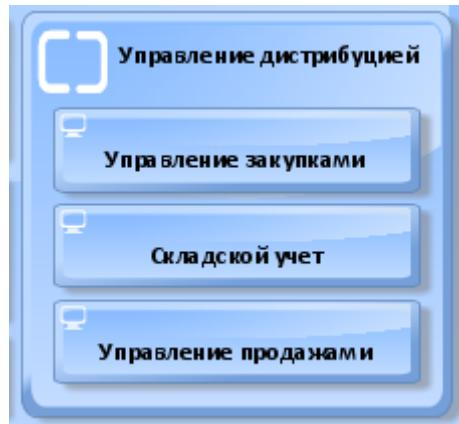

Рисунок 5.5
4. В область объекта «Интегрированная система управления предприятием» поместить объект «Domain» с названием «Управление дистрибуцией», включающий следующие объекты «IT system» (рисунок 5.5):